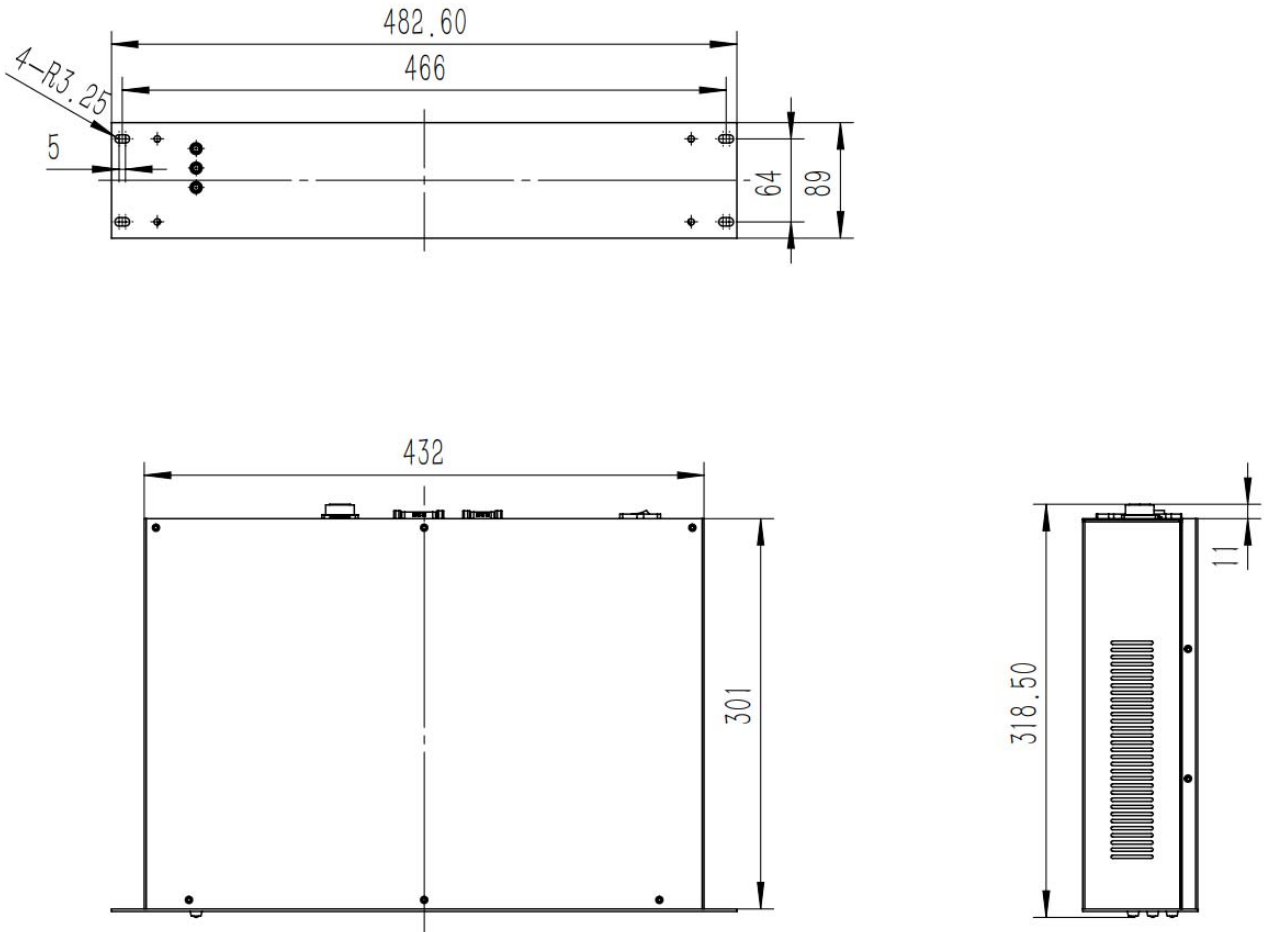
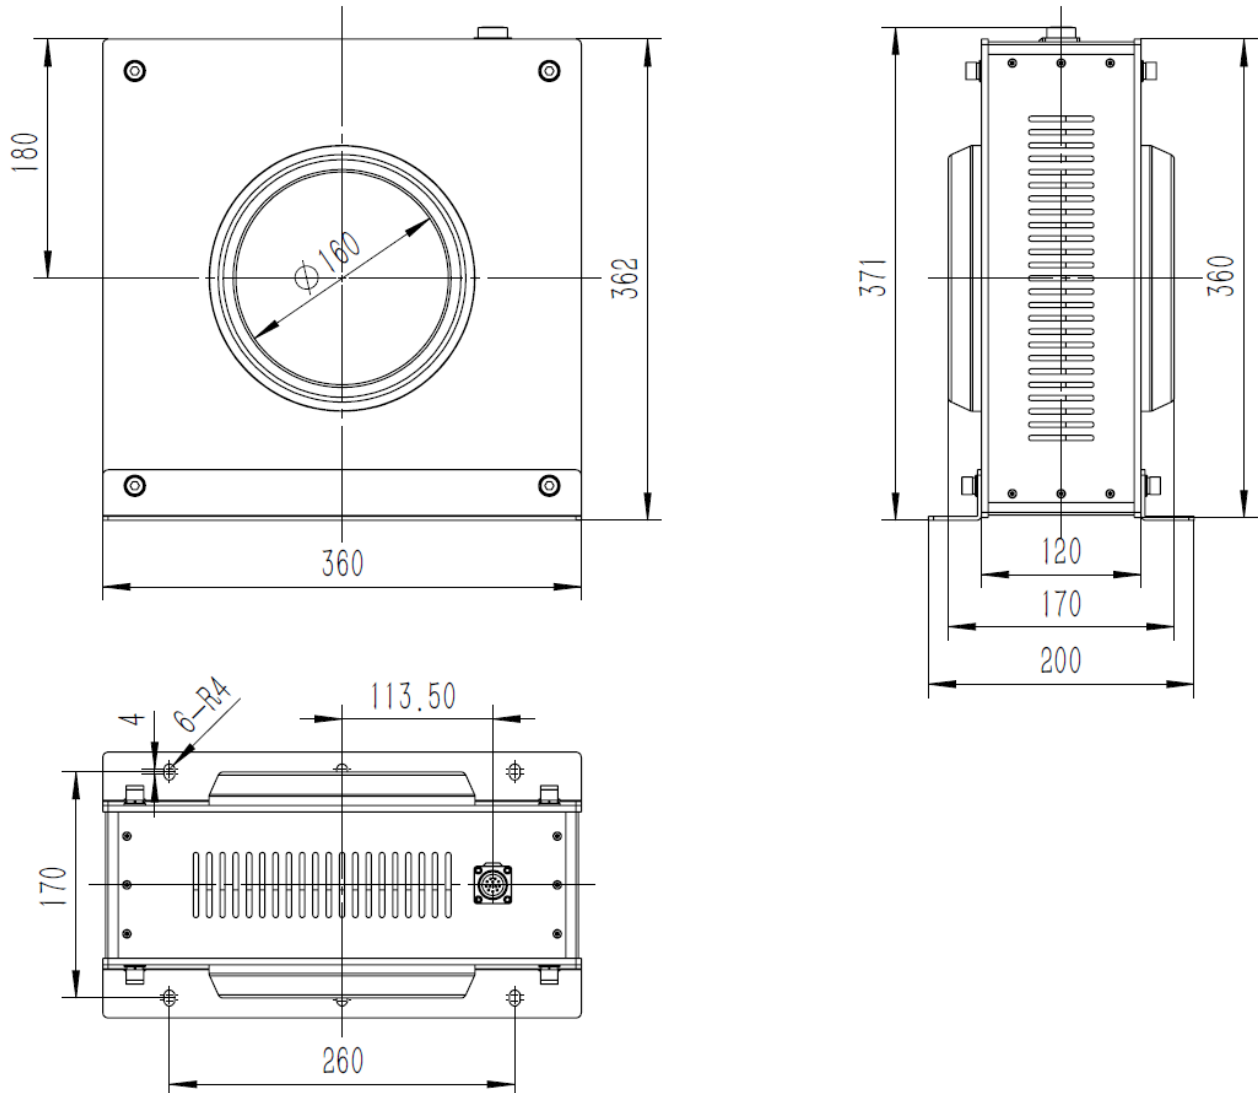

图 1 主机外形尺寸
图 2 探头尺寸图
7.1. 主机和探头外形及尺寸图(见图 1 和图 2 单位: mm)